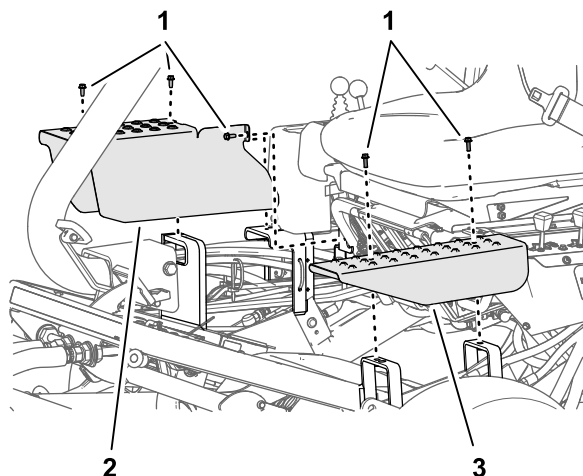

Figura 51
2. Retire los pernos que sujetan la cubierta del cilindro de elevación que está ajustando a los soportes de montaje del chasis (**Figura 51**).